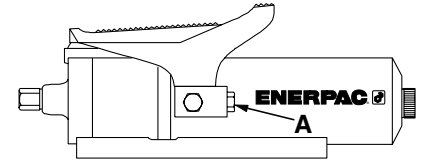

Figure 3
- Voir la figure 3. Retirer le bouchon du connecteur hydraulique pivotant femelle NPTF de $\frac{3}{8}$ " (A) et installer l'extrémité mâle d'un raccord hydraulique NPTF de $\frac{3}{8}$ ". Le raccord peut être un tuyau à haut débit, un flexible ou un adaptateur de manomètre.